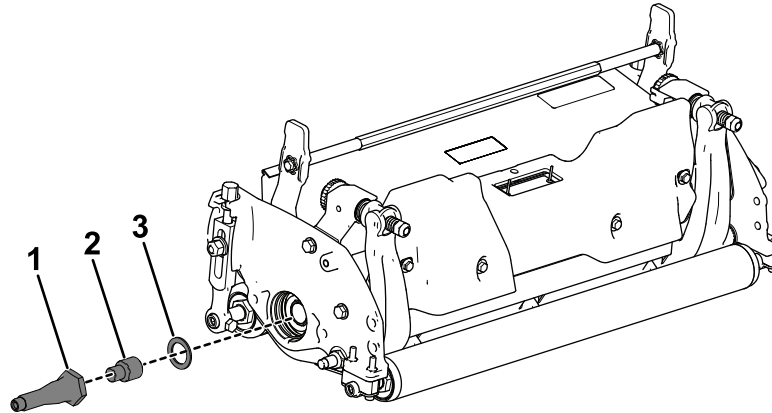

Figura 11
4. Instale la arandela y el conjunto de adaptador en el molinete y apriételo a entre 115 y 129 N·m; consulte la Figura 11.